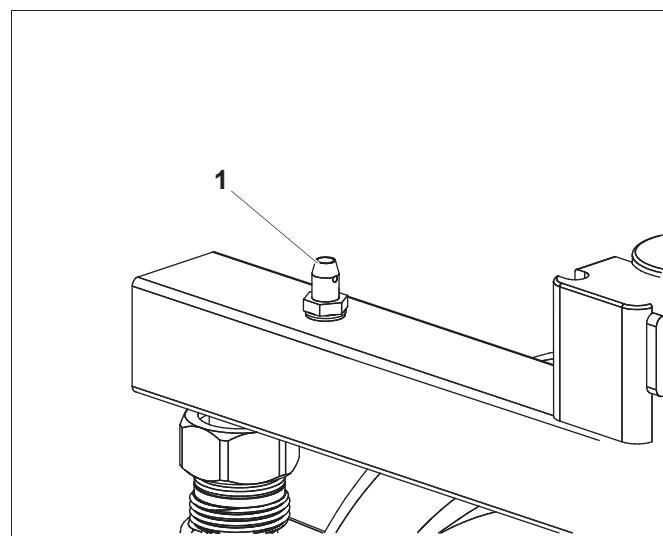

Рис. 15 Измерение давления истечения газа
- Отверните отверткой винт в измерительном ниппеле (рис. 15, **поз. 1**) на 0,5–1 оборот.